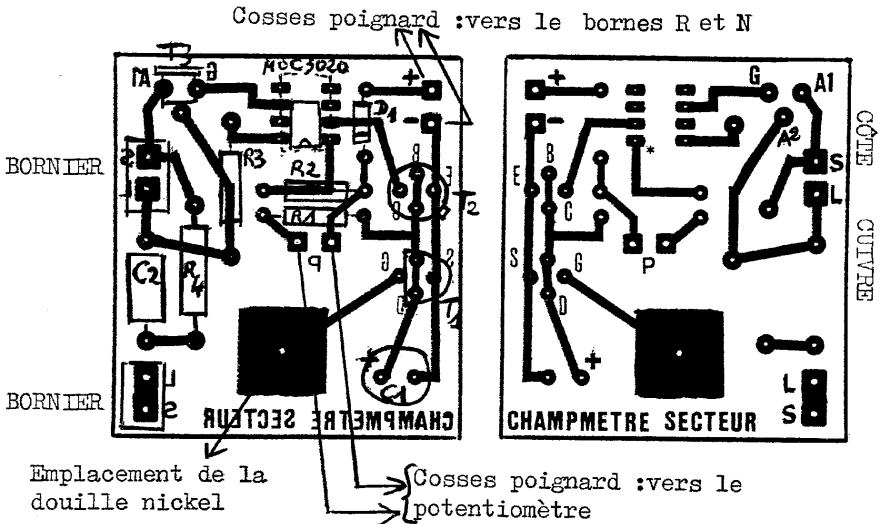
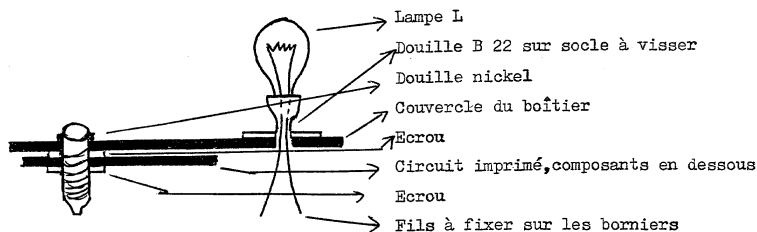
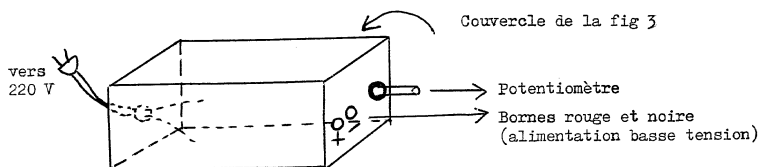

Figure 2
Figure 3
Figure 4
4.1. Le circuit imprimé (Figure 2 et Figure 3)
4.2. Boîtier (Figure 3 et Figure 4)